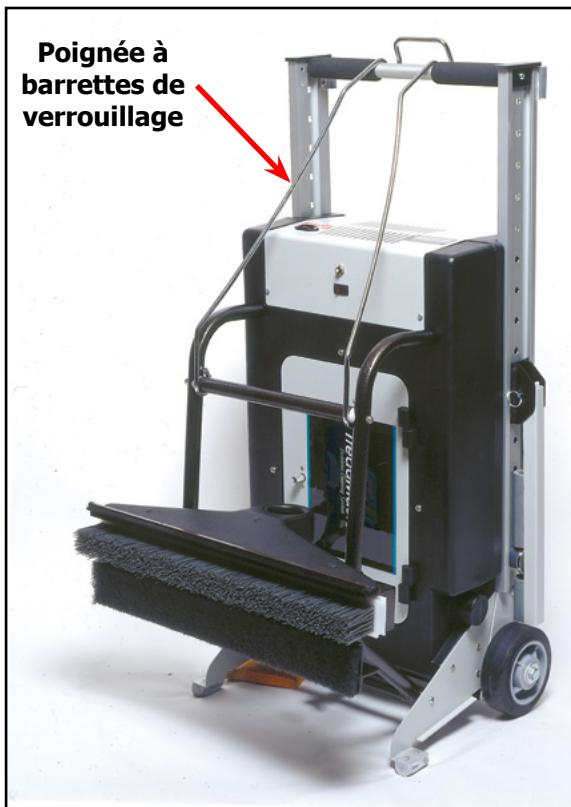

Figure 6. Fixer la poignée à barrettes de verrouillage à la poignée d'assemblage du boîtier et positionner le TreadMaster à la verticale
4. Fixez la poignée à barrettes de verrouillage sur l'extrémité de la poignée d'assemblage du boîtier tel qu'indiqué dans la Figure 6.